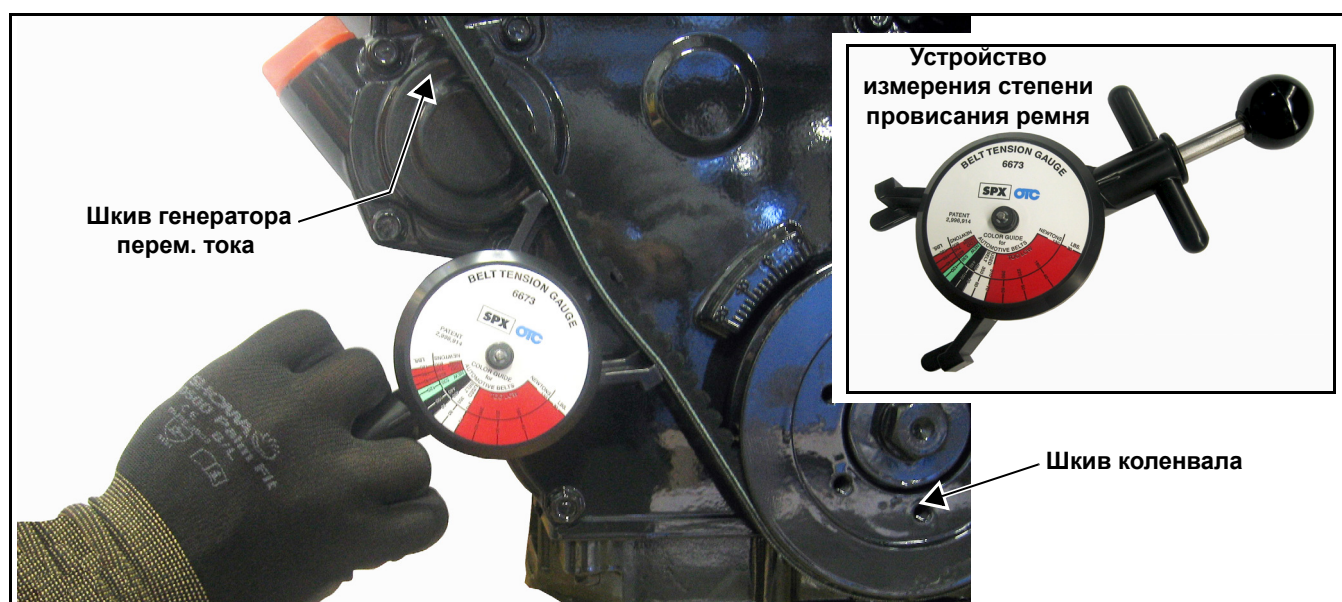

Рисунок 5-13. Проверка провисания клиновидного ремня
5. При использовании подходящего измерительного устройства приложите силу в размере 10 кгс (22 фунта) посередине между шкивами коленвала и генератора переменного тока. См. рис. 5-13.